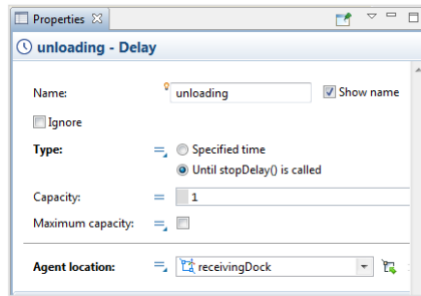

Рисунок 13.6 – Список розташування агента
- у списку «Розташування агента» натисніть на *receiveDock* (рис. 13.6).